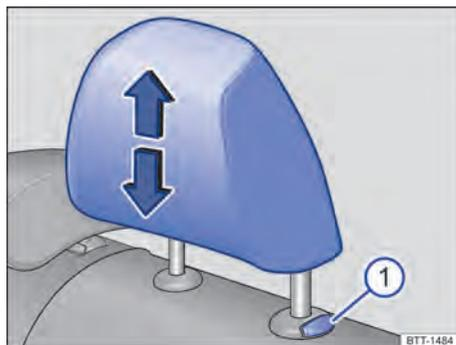
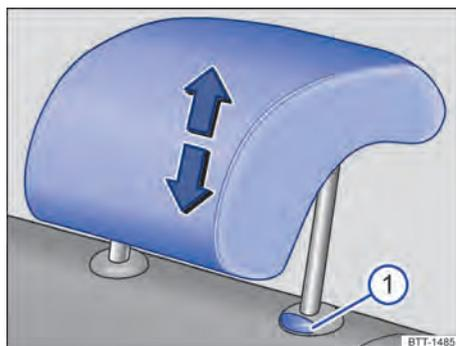

Fig. 64 Assentos traseiros laterais: ajustar o apoio para cabeça.
Fig. 65 Assento traseiro central: ajustar o apoio para cabeça.
- Apoio para cabeça no sentido da seta para cima ou com o botão pressionado → Fig. 64 ❶ ou empurrar → Fig. 65 ❶ para baixo.